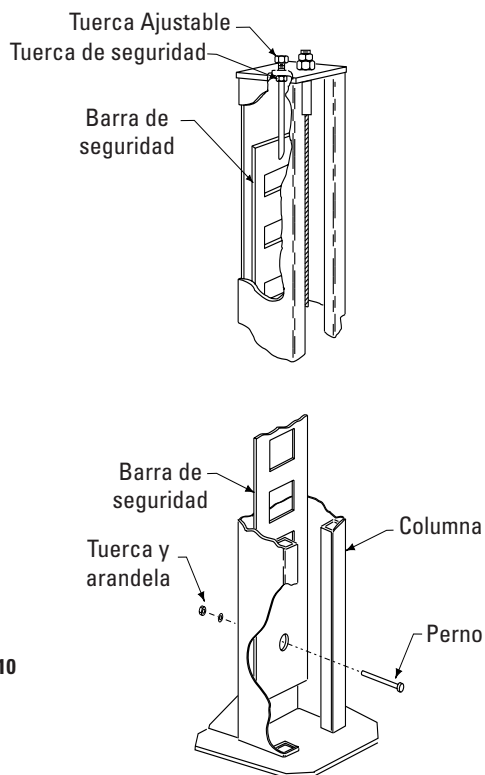

Fig. 10
- B. Instale las barras del pasador en las columnas frontales siguiendo los pasos 5 (A) a 5 (C). Fije la parte inferior de la barra del pasador con pernos largos, arandelas y tuercas, Fig. 10.